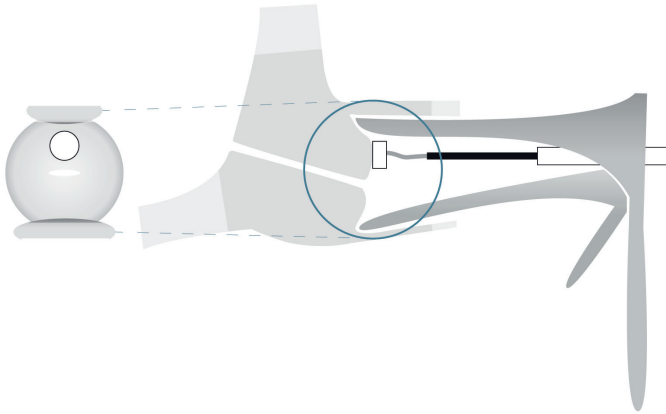

ABBILDUNG 17: Die Messposition ist auf dem vorderen Muttermund, auf der 12-Uhr-Position.
- 6) Vergewissern Sie sich, dass die Sonde auf den vorderen Muttermund in der 12-Uhr-Position aufgesetzt werden kann (**ABBILDUNG 17**).
- 7) Vergewissern Sie sich, dass keine Kontraindikationen vorliegen (**Kapitel 1.9 - Kontraindikationen**). Führen Sie keine Messung durch, falls eine Kontraindikation vorliegt oder der Messbereich aus anderen Gründen nicht zugänglich ist (**ABBILDUNG 17**).